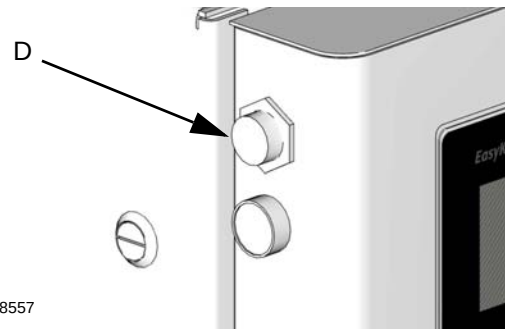
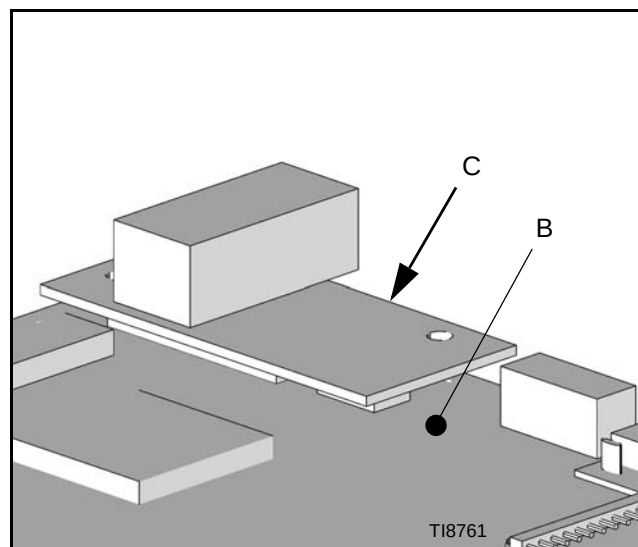
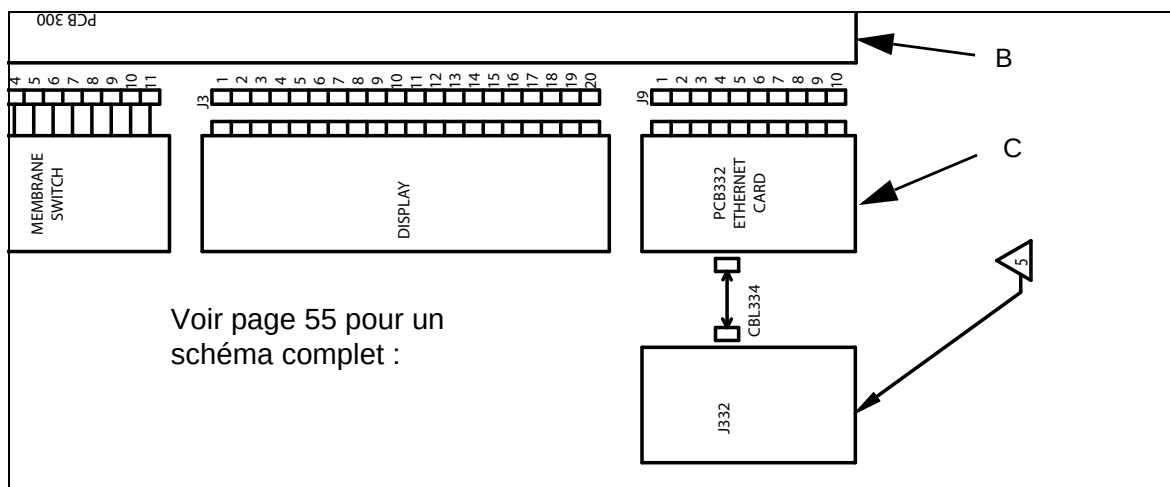

Fig. 40: Pose de la traversée de cloison RJ45
FIG. 42
FIG. 43
5. Brancher l'ensemble Ethernet 249183 (C) dans le connecteur J9, en veillant à ce que le connecteur RJ45 soit orienté vers le bas. Voir FIG. 42 et FIG. 43.
6. Fixer solidement l'ensemble Ethernet 249183 (C) à l'afficheur EasyKey 249480 (B) à l'aide du matériel fourni.
7. Retirer le bouchon (D) couvrant l'ouverture Ethernet dans l'angle supérieur droit du tableau de commande. Voir FIG. 40.
9. Raccorder une extrémité du câble Ethernet à l'ensemble Ethernet 249183 (C).